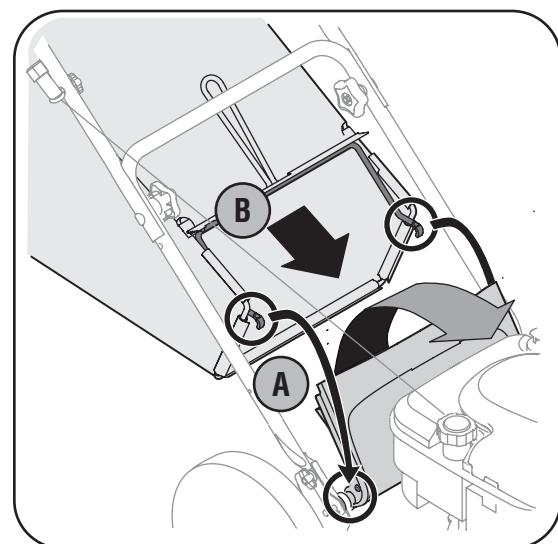

Figura 3-6
- b. Coloque el colector de césped en la varilla de pivot. Suelte la puerta de descarga de modo que descansen sobre el colector de césped. Vea la Figura 3-6.